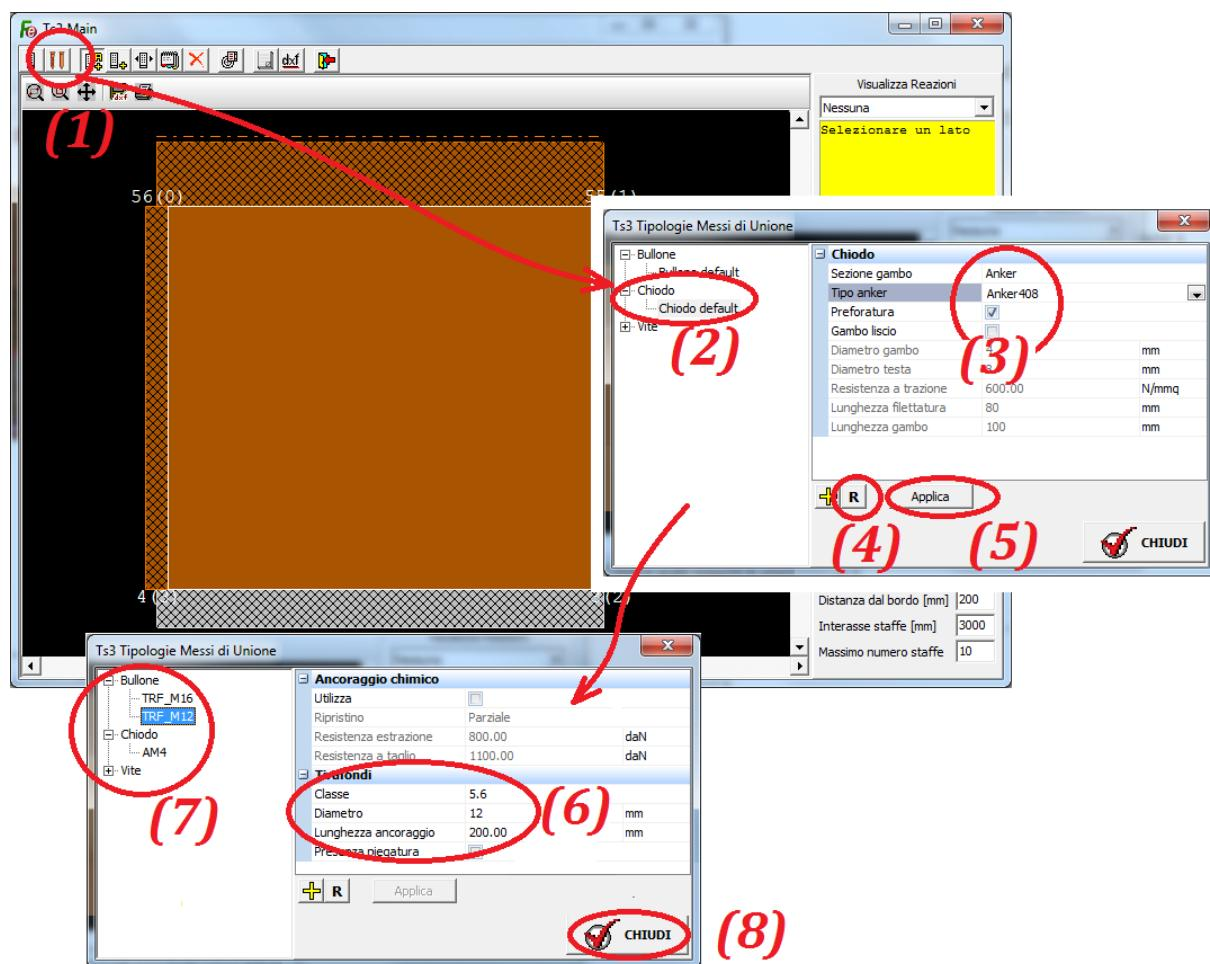

Figura 71
A questo scopo e con riferimento alla figura 71 cliccare sul tasto “*Tipologie mezzi di unione*” (1) per visualizzare l’omonimo ambiente in cui occorre, in corrispondenza della lista di tipologie disposta a sinistra, selezionare (2) la tipologia “*Chiodo*”. Personalizzare (3) il chiodo per come illustrato in figura ossia prevedendo un chiodo di tipo Anker408 del diametro di 4 mm e lunghezza di 100 mm provvisto di preforatura. Rinominare il mezzo di unione utilizzando il pulsante “*R*” (4) prevedendo il nome “*AM4*” e salvare tutte le modifiche cliccando sul tasto “*Applica*” (5).